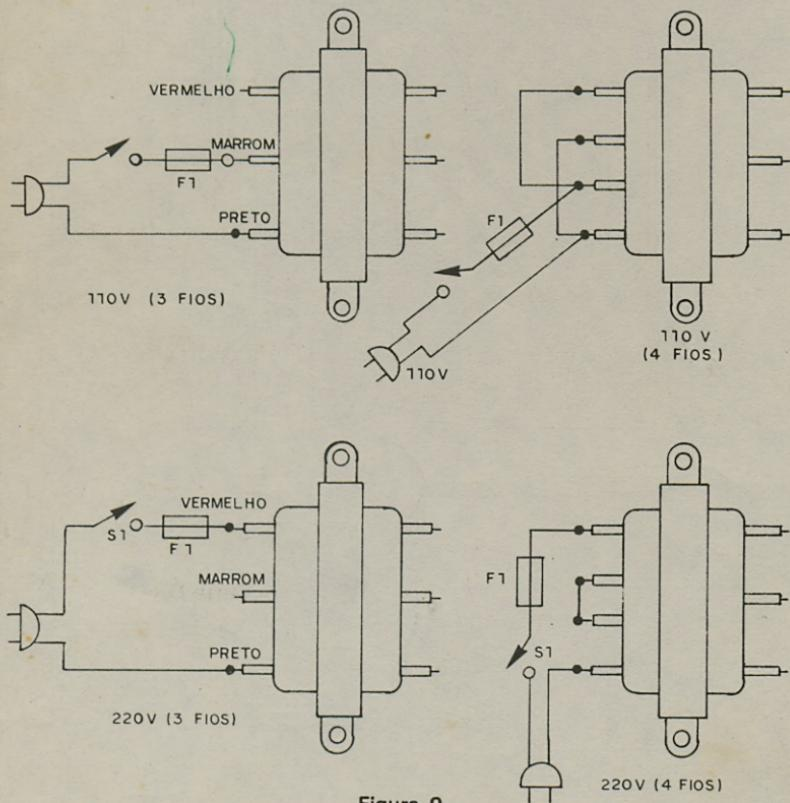

Figura 9
- a) Observe com cuidado a posição dos enrolamentos do transformador para não inverter o secundário com o primário o que causaria um curto-círcuito e queima do componente. O primário possui códigos para ligações em função das cores dos fios. A ligação para as redes de 110 e 220 V nos casos mais comuns é mostrada na figura 9.